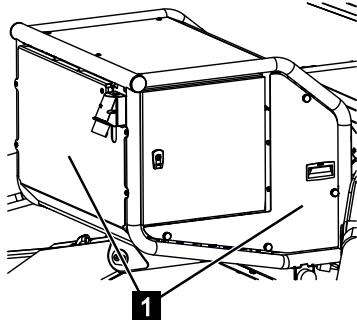

Abb. 203
4. Abdeckhauben (Abb.203/1) abschrauben.